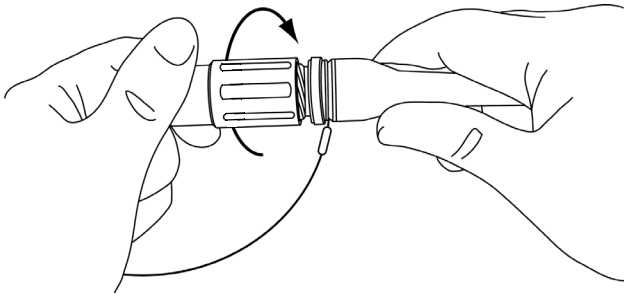

Abbildung 12: Befestigung der Abdeckkappe am Kabelstecker
- Die Kappe auf den Stecker schrauben (siehe Abbildung 12).